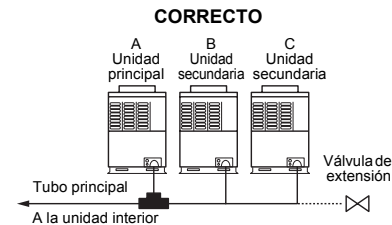

Figura 1
- Asegúrese de utilizar una unidad principal para la unidad exterior líder que se conectará al tubo principal. (Figura 1)